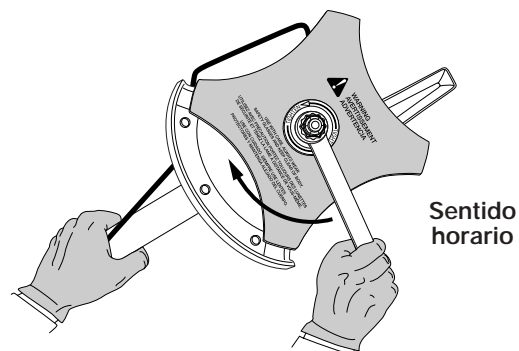

Figure 14
- Sostenga la varilla de cierre en su lugar junto al brazo de la unidad (Fig. 14).
- Mientras sostiene la varilla de cierre, afloje la tuerca de la cuchilla girándola en sentido horario con una llave de casquillo o de boca cerrada de 16 mm (5/8 de pulgada) (Fig. 14).